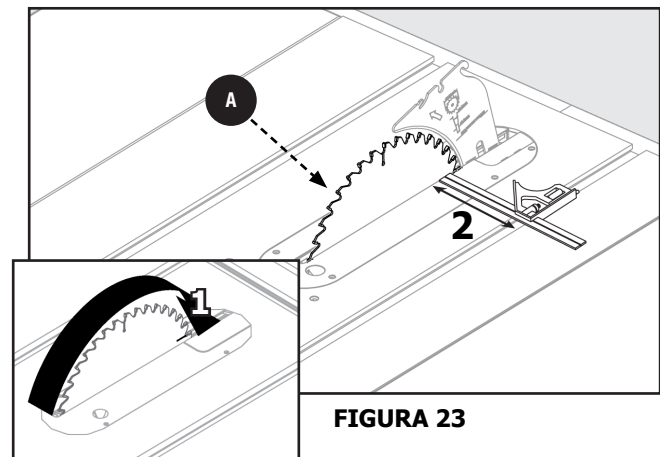

FIGURA 23
2. Gire la hoja **A** para que el diente (1) marcado quede atrás. Mueva la escuadra de combinación hacia la parte trasera y vuelva a medir la distancia (2). Si las distancias son las mismas, la hoja **A** est. paralelo. Véase la Figura 23.